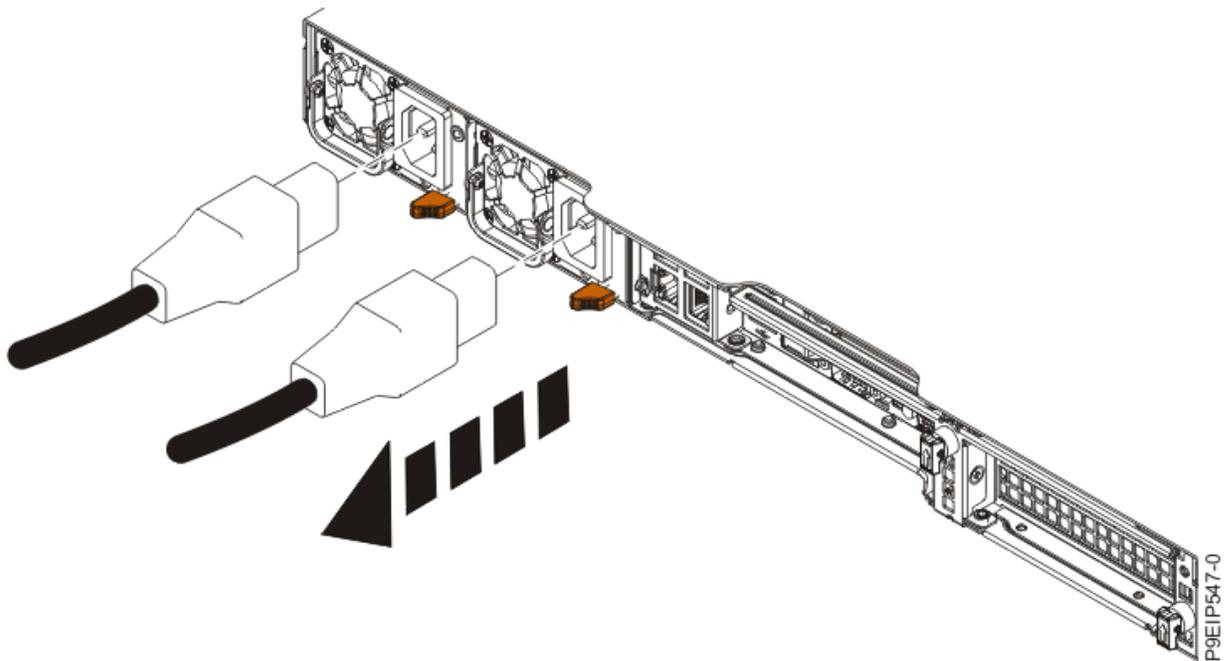

Figure 73. Retrait des cordons d'alimentation du système
2. Étiquetez et déconnectez les cordons d'alimentation du système comme indiqué dans la Figure 73, à la page 98.